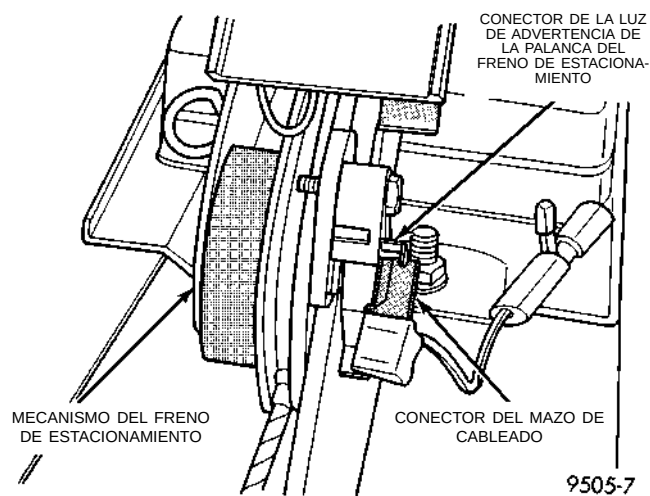

Fig. 17 Conexión de la luz de advertencia de freno a la palanca del freno de estacionamiento
(8) Conecte el conector eléctrico correspondiente a la luz de advertencia de freno en el terminal del conjunto de la palanca de freno de estacionamiento (Fig. 17).
(9) Accione la palanca del freno de estacionamiento una vez a fin de posicionar los cables de freno de estacionamiento. Luego regrese la palanca de freno de estacionamiento a su posición de descanso. Verifique las ruedas traseras del vehículo. Deberían girar libremente sin roces.
(10) Eleve la palanca del freno de estacionamiento hasta su posición de completamente enganchada.